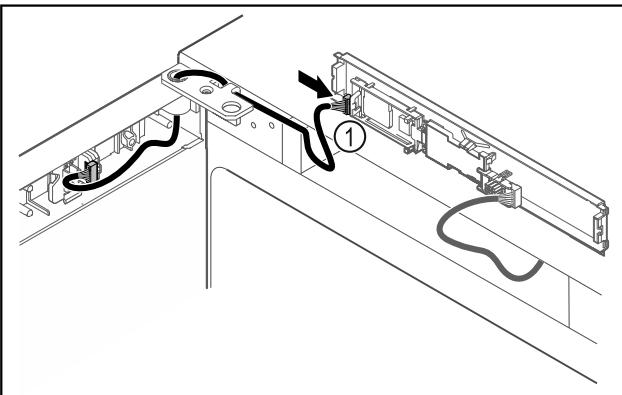

Fig. 50
► Nataknite utikač Fig. 50 (1) na tiskanu pločicu.